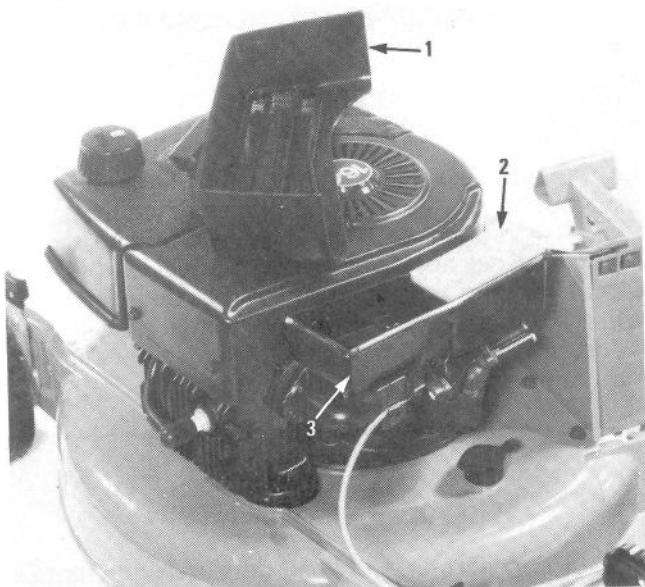

Figure 30
3. Examinez le fond de l'élément du filtre à air (Fig. 30). S'il est encastré, l'élément doit être nettoyé.
Remarque: Avez soin de ne pas laisser de saleté pénétrer dans le boîtier du filtre à air (Fig. 30).
D. Remettez l'élément dans le boîtier du filtre à air (Fig. 30).